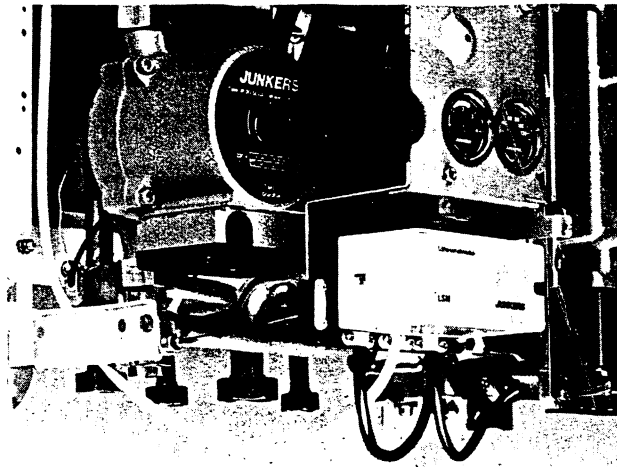

Abb. 3: Montage des LSM 1
- Sockel des LSM 1 mit den Montagewinkel ④ verschrauben und in die Kesseltherme einbauen (Abb. 3).